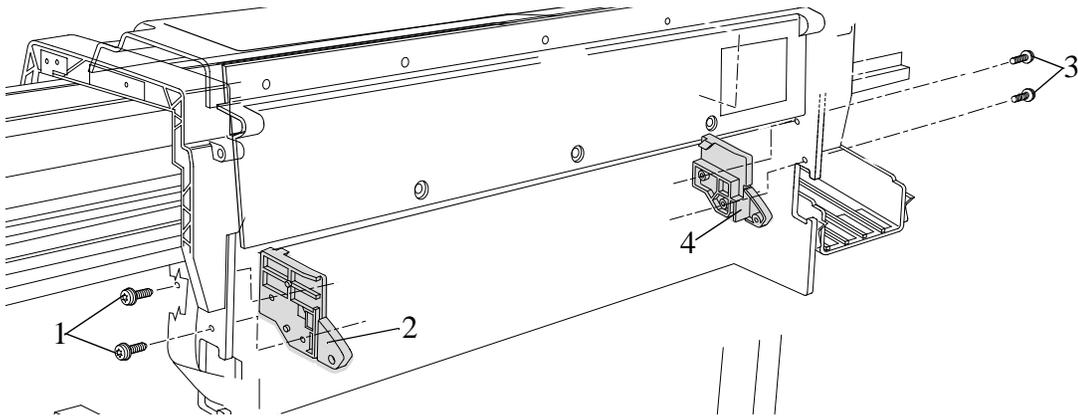

Figura 72: "Platen Mounts"
2. Quite los dos tornillos T-15 (item 1) que sujetan el "platen mount" posterior de lado izquierdo.(item 2) (consulte la Figura 72)
3. Quite los dos tornillos T-15 (item 3) que sujetan el "platen mount" posterior del lado derecho (item 4) (consulte la Figura 72).